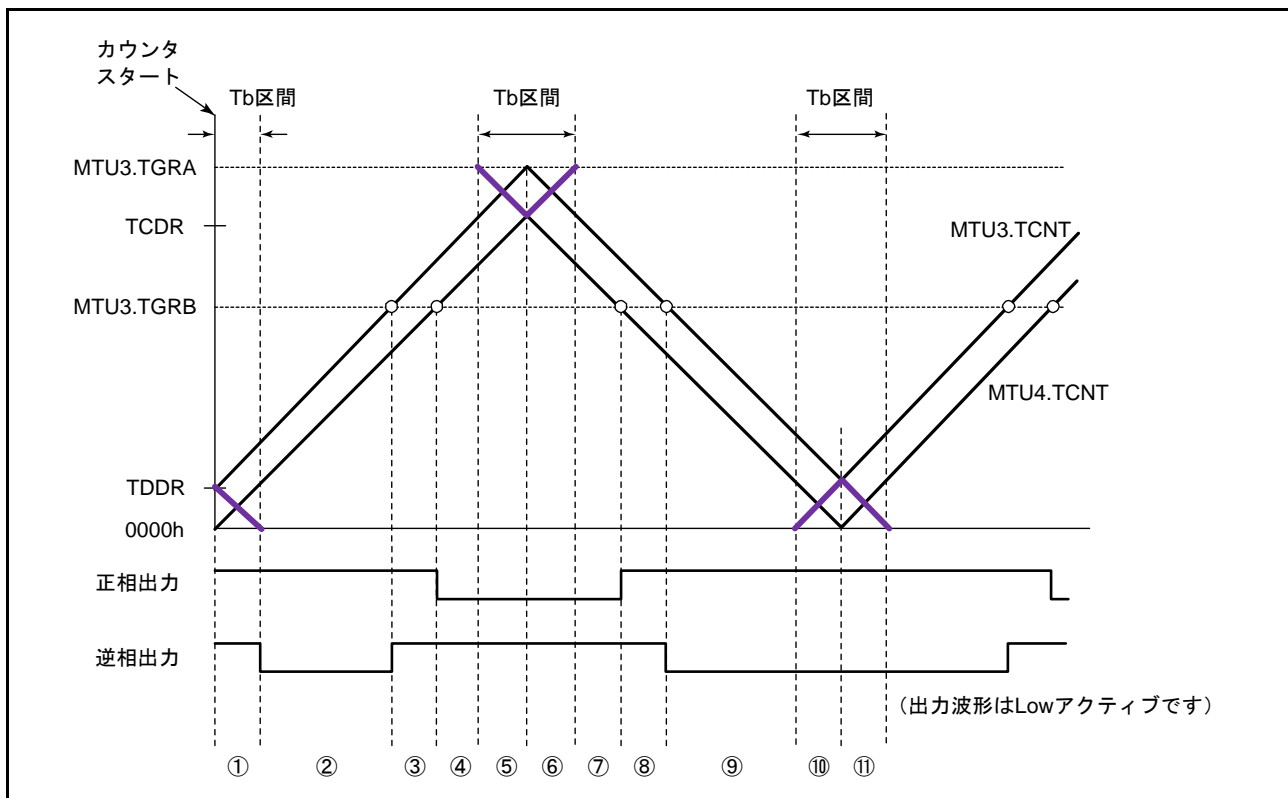

図 21.56 同期カウンタクリアタイミング
WRE ビットを“1”に設定することで初期出力を抑止することができるのは、同期クリアが図 21.56 の⑩、⑪のような谷の T_b 区間に入って来たときのみです。それ以外のタイミングで同期クリアが起こった場合は、TOCR1 レジスタの OLSN、OLSP ビットで設定した初期値が出力されます。また、谷の T_b 区間であっても、図 21.56 の①で示すカウンタスタート直後の初期出力期間で同期クリアが起こった場合には、初期出力の抑止は行いません。
(図 21.56 のタイミング⑥、MTU の TWCR レジスタの WRE ビット=“1”)
(図 21.56 のタイミング⑧、TWCR レジスタの WRE ビット=“1”)
(図 21.56 のタイミング①、TWCR レジスタの WRE ビット=“1”)